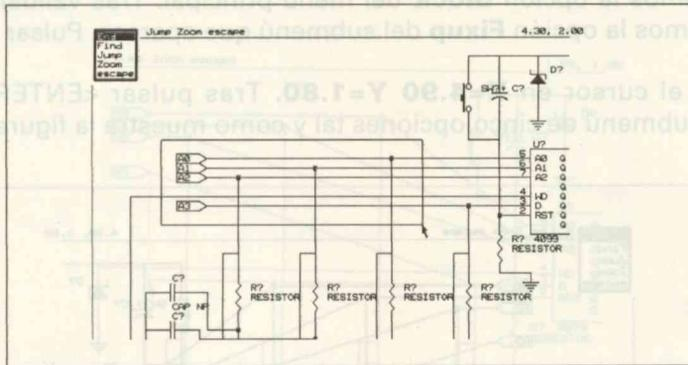

Figura 3.44
2. Seleccionemos el área que queremos trasladar. Para ello, situémonos en la coordenada **(0.90, 1.10)** y a continuación, seleccionemos **Begin** <ENTER>. Desplacémonos hasta el punto **(4.30, 2.00)** y pulsemos <ENTER>. Seleccionemos **End** en el submenú que aparece. Finalizar con <ENTER> (ver figura 3.44).